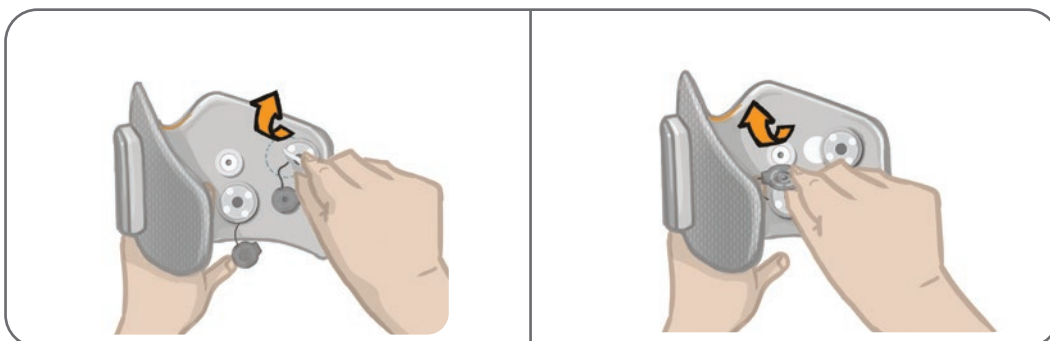

Figura 11-10: Fissaggio delle nuove basi per elettrodi (sinistra)
4. Attaccare le nuove basi per elettrodi dove erano posizionate le precedenti (Figura 11-10).
5. Collegare i bottoni automatici delle basi per elettrodi ai fori di connessione (Figura 11-10).